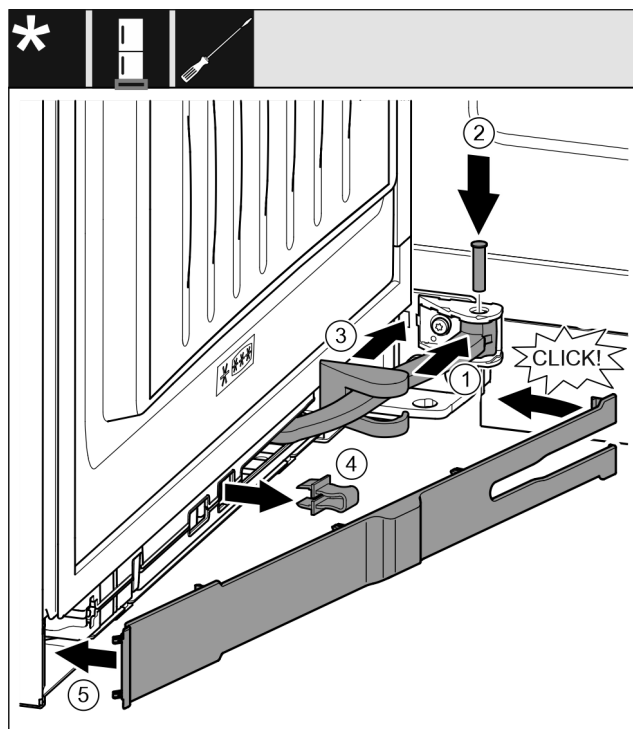

Fig. 67
- ▶ Forgassa a felfüggesztésbe a csuklót Fig. 67 (1).
- ▶ Helyezze a felfüggesztésbe és a csuklóba a csapszeget Fig. 67 (2) egy csavarhúzóval. Közben ügyeljen arra, hogy a reteszelő bütyök megfelelően illeszkedjen a horonyba.
- ▶ Tolja el a csapágybak fedelét Fig. 67 (3) a csukló mentén, és szerelje a felfüggesztés fölé.
- ▶ Vegye le a biztosítékot Fig. 67 (4).
- ▶ Helyezze fel a takarólemezt Fig. 67 (5), a fogantyú felőli oldalon és fordítsa be.